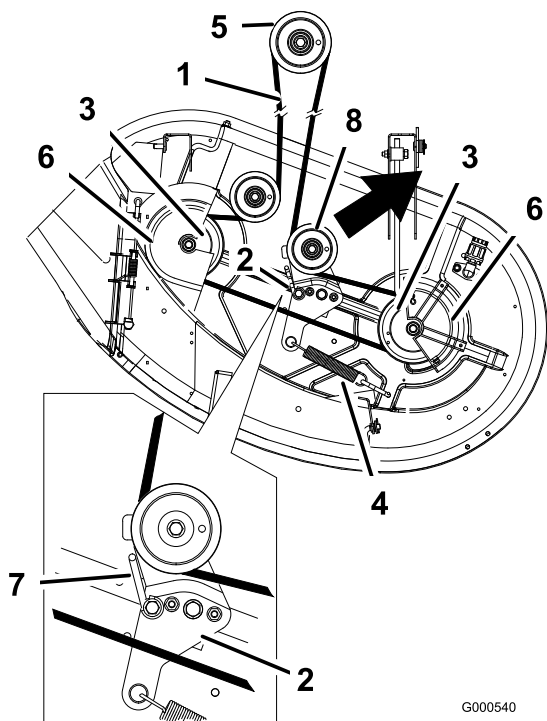

Figura 50
4. Retire las cubiertas de las correas de los ejes exteriores y afloje la guía de la correa (Figura 50).
5. Tire de la polea tensora en el sentido que muestra la Figura 50 y retire la correa de las poleas.
6. Pase la correa nueva alrededor de las poleas del motor y del cortacésped (Figura 50).
7. Tire de la polea tensora en el sentido que muestra la Figura 50 y pase la correa por la polea tensora (Figura 50).
8. Gire la guía de la correa sobre el brazo de la polea tensora, moviéndola hacia la polea hasta que haga tope (Figura 50).
9. Apriete la guía de la correa (Figura 50).